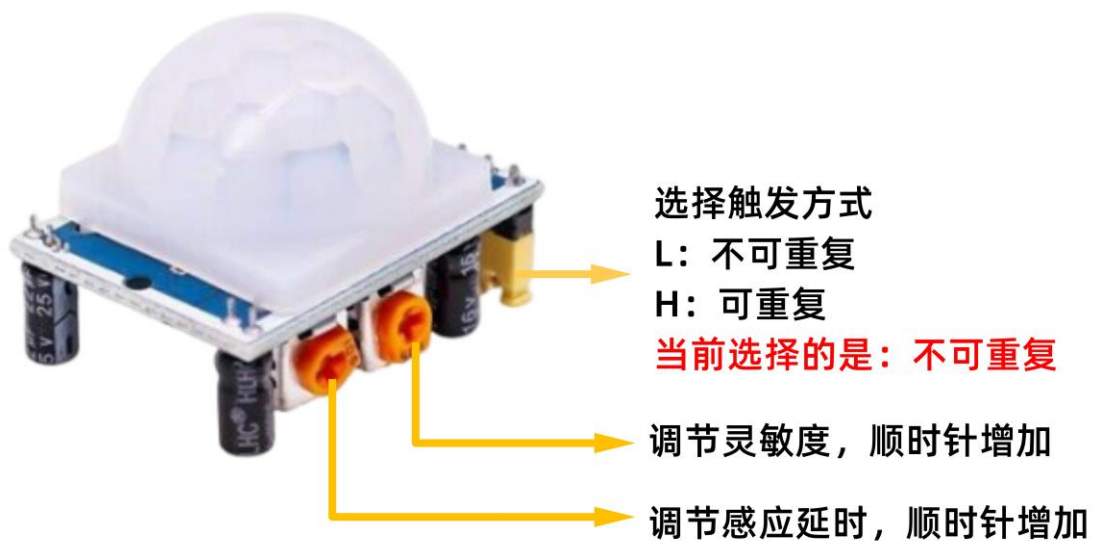

图 1：人体红外感应传感器
- L: 不可重复，默认为 L（图 1 中跳线连接的方式即为 L）。感应输出高电平后，延时时间一结束，输出将自动从高电平变为低电平。